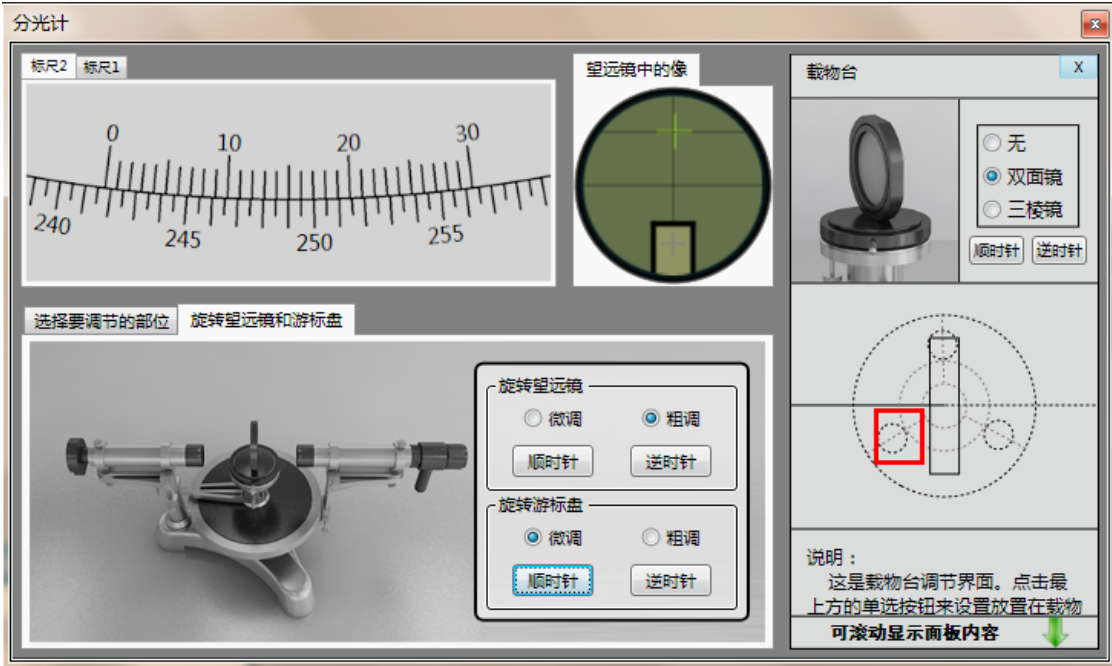
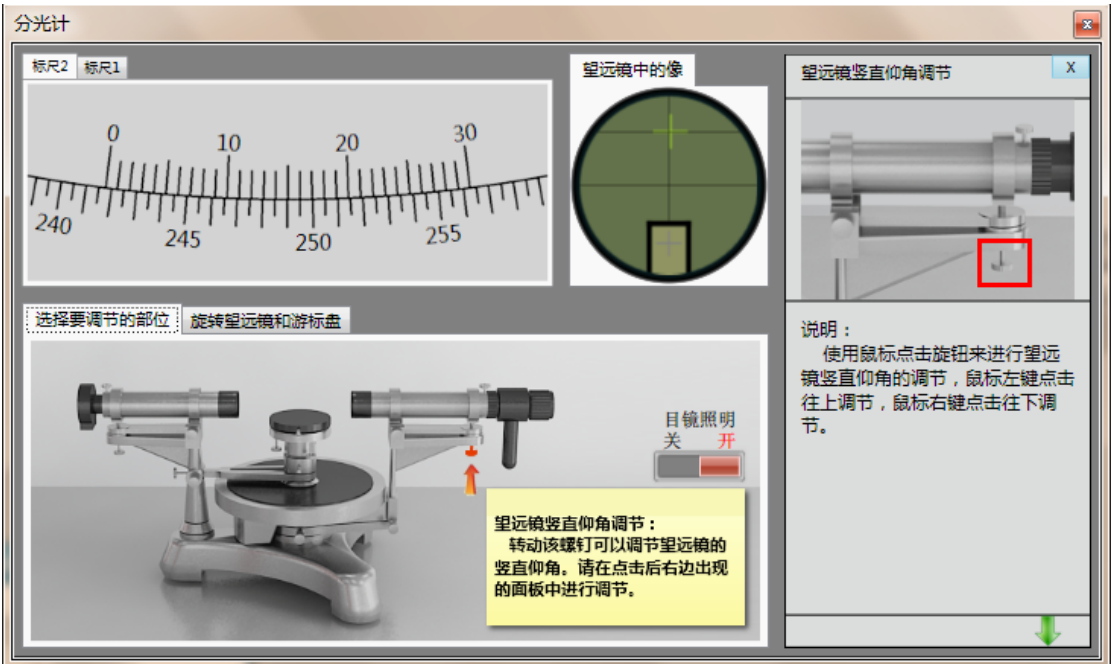

图 20
图 21
9. 转动游标盘使双面镜正对望远镜，点击调节望远镜仰角调节螺钉（图 21）和双面镜后面的载物台螺钉（图 20）使望远镜垂直于仪器主轴。